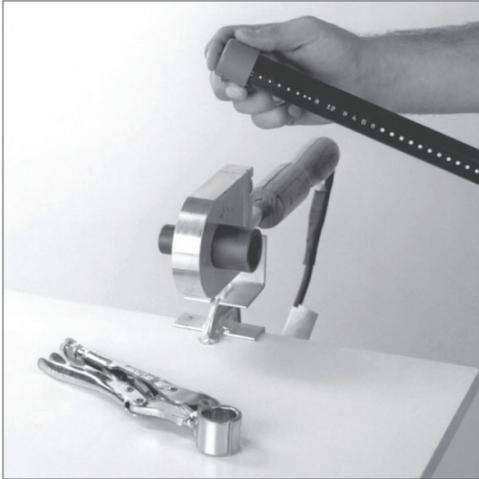

Figure 3
- Une fois que l'extrémité du tuyau et l'emboîtement sont propres et inspectés, préparez le tuyau pour l'insérer dans la douille, placez le profondimètre au ras de l'extrémité du tuyau. (Voir Figure 3)